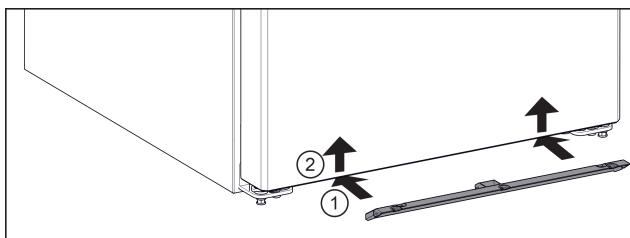

Fig. 5
- ▶ 将防蚊遮板推到冰箱下方。 Fig. 5 (1)
- ▶ 双手将防蚊遮板向上推。 Fig. 5 (2)